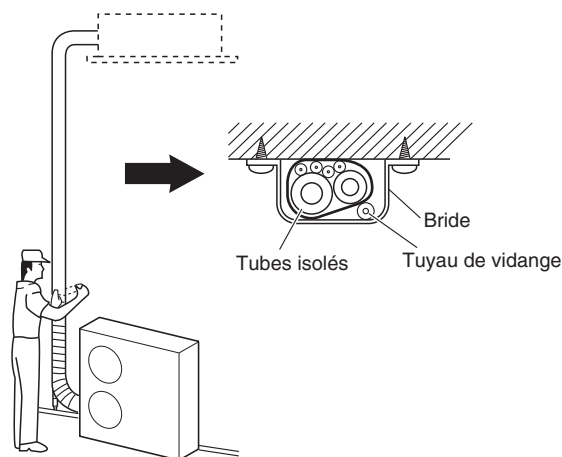

Fig. 5-9
- (1) A ce moment, les tubes de réfrigérant (et le câblage électrique si les codes locaux le permettent) doivent être guipés ensemble avec du ruban d'armature en 1 faisceau. Pour éviter que le condensat ne déborde du carter de purge, gardez le tuyau de vidange séparé du tube de réfrigérant.
- (2) Enroulez le ruban d'armature du bas de l'unité extérieure jusqu'en haut de la tuyauterie où il entre dans le mur. Lors de l'enroulement du ruban, chevauchez la moitié de chaque tour de ruban précédent.
- (3) Bridez le lien de tube au mur en utilisant approx. 1 bride à chaque mètre. (Fig. 5-9)